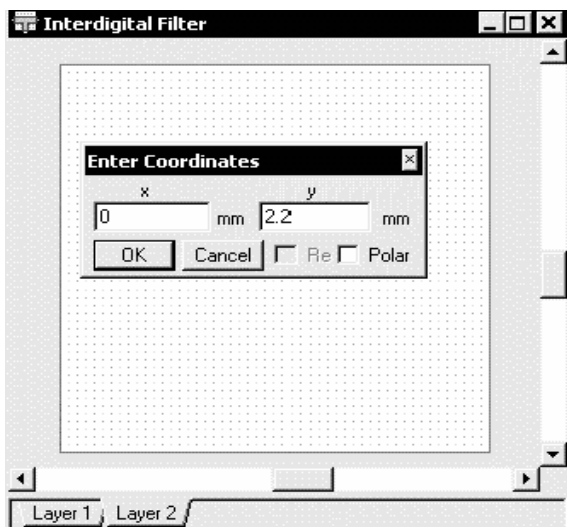

Рис. 4.5
2. Поместите курсор в окно стержневого фильтра и нажмите клавишу **Tab** на клавиатуре. Откроется диалоговое окно **Enter Coordinates** (Ввод координат), показанное на рис. 4.5.